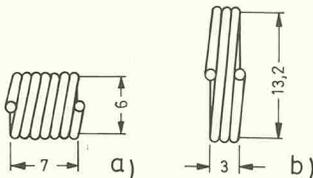

Bild 1. Zwei Zylinderluftspulen gleicher Induktivität, aber mit unterschiedlichen Güten.
– Aus den meisten Formeln erfährt man nichts über die Spulengüte Q. Beispiel: Die beiden Spulen in Bild 1 wurden nach folgenden Formeln berechnet:
Danach haben beide in Bild 1 gezeigten Spulen eine Induktivität erlad 1989, Heft 9
Betrachtet werden nochmals die beiden Spulen gleicher Induktivität in Bild 1: Exemplar a) benötigt ca. 13,2 cm Drahtlänge, Ausführung b) etwa 12,4 cm. Die Spulen unterscheiden sich folglich in ihren ohmschen Widerständen. Der Einfluß des Skin-Effekts hängt unter anderem vom Drahtdurchmesser ab, der des Proximity-Effektes vom Windungsabstand. Fazit: Der Verlustwiderstand R und damit die Güte Q einer Zylinderspule hängen (auch) von ihrem geometrischen Aufbau ab.